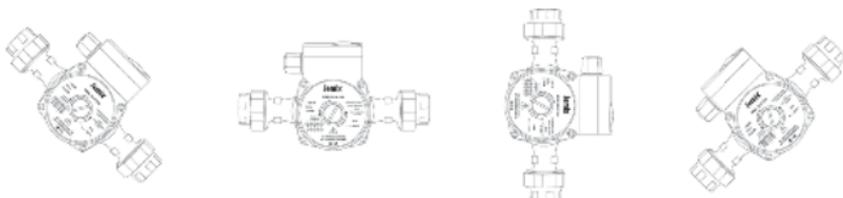

Рис. 1
- Циркуляционный насос ВСЕГДА устанавливайте так, чтобы обеспечить положение оси вала насоса в горизонтальном положении, а клеммной коробки сверху или сбоку (рис. 1).